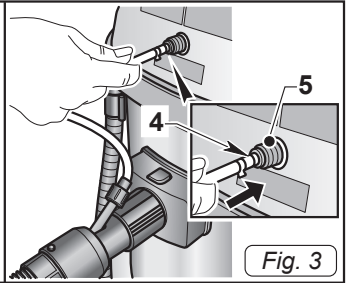

Fig. 3
- Die Reinigungsmittel-Zulaufleitung (4 Abb. 3) an den Schnellanschluss (5 Abb. 3) anschließen; um sie zu lösen, den Schnellanschluss (5 Abb. 3) nach innen drücken.